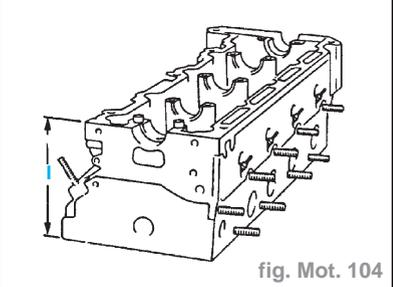

fig. Mot. 104
- Mesurer la hauteur de la culasse (entre les surfaces d'étanchéité) (fig. Mot.104) :